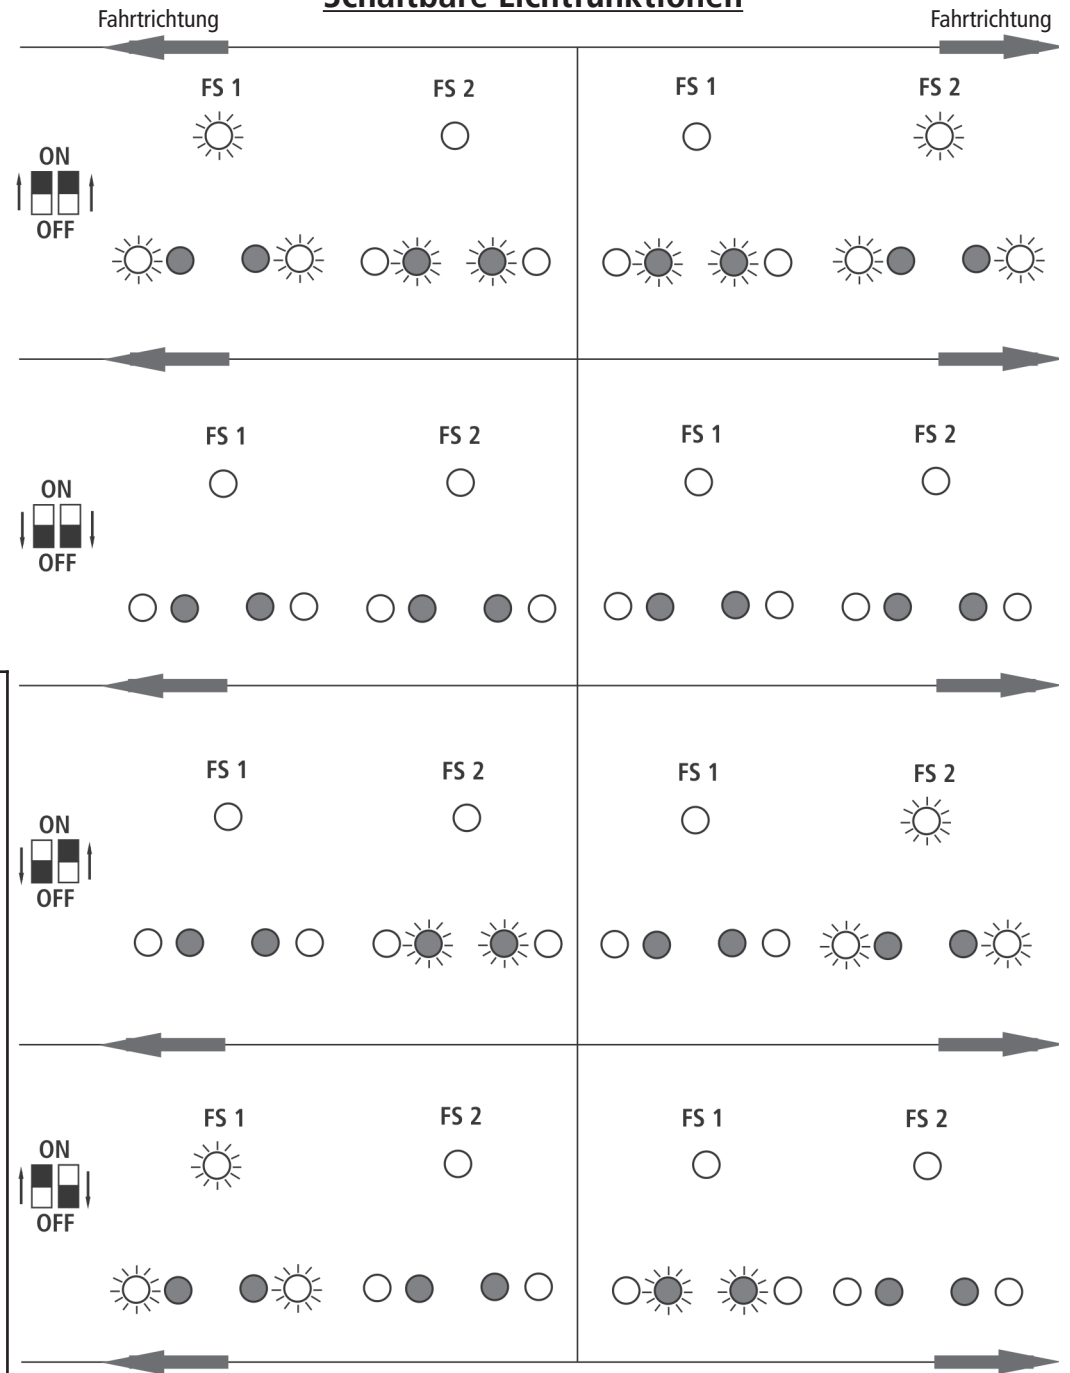
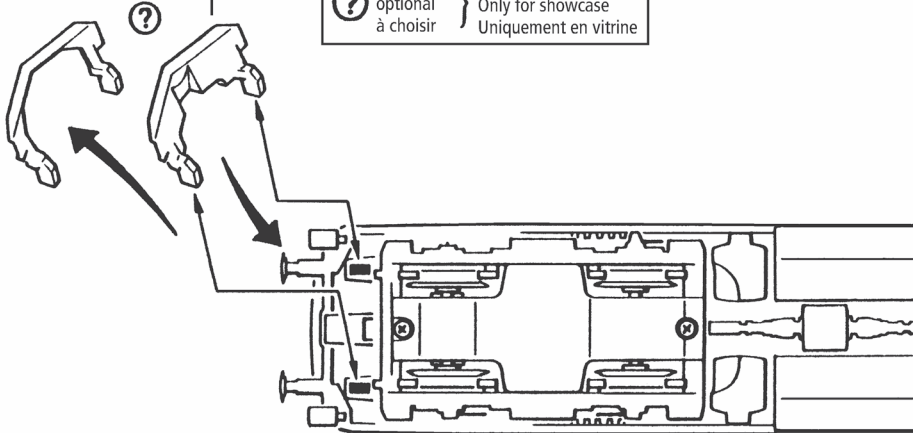

Fig. 6
Fig. 3
Mehrzugbetrieb: Zuerst Lokgehäuse abnehmen (Fig. 3). Danach den Brückenstecker aus der Schnittstelle entfernen (diesen sorgsam aufbewahren). Danach den Stecker des Steuerbausteins lagerichtig einsetzen (siehe Fig. 6).
2. Schmierung: Versehen Sie die im Schmierplan in Fig. 7 gekennzeichneten Stellen mit nur **kleinen Öltropfen**. Dazu zuerst das Lokgehäuse abnehmen (Fig. 3). Wir empfehlen den ROCO **Öler Art.-Nr. 10906**. Fürs Schmieren der Getriebeteile (Zahnräder, Schnecke) empfehlen wir das **ROCO-Spezialfett Art.-Nr. 10905**. Im Falle der Schmierung diese Teile **nicht ölen**.
4. Motorwechsel: Lokgehäuse abnehmen (Fig. 3). Danach wird der Motor ausgebaut (Fig. 9).
Remove the jumper from the interface. Finally put the plug of the chip into the interface as shown in fig. 6.
2. Lubrication: Apply **tiny oil drops** to spots marked in fig. 7. Prior to lubrication dismantle locomotive (fig. 3). We recommend using item no. **10906, Roco oiler**. For lubrication the gearparts (e.g. cogwheels, worm) we would recommend our Roco **special grease** (item no. **10905**).
4. Motor Changing: First remove loco body (fig. 3), and then the motor (fig. 9).
Exploitation en télécommande multi-trains: Enlevez la fiche de shuntage de l'interface (à conserver!) et enfichez finalement la fiche du module de télécommande aux prises de l'interface. Veuillez à la position correcte de la fiche (voir fig. 6).
2. Graissage: N'appliquez **qu'une toute petite goutte** aux endroits indiqués par le plan de graissage (fig. 7) après avoir démonté la caisse de la locomotive (fig. 3). Nous vous recommandons **le graisseur à huile Roco réf. 10906**. Pour graisser les engrenages (roues dentées, vis sans fin) nous vous conseillons la **graisse spéciale Roco réf. 10905** pour engrenages en matières synthétiques. Lorsque vous utilisez cette graisse il faut éviter d'huiler ces composants.
4. Remplacement du moteur: Démontez la caisse (voir fig. 3). Démontez ensuite le moteur (fig. 9).
voir } Fig. 3